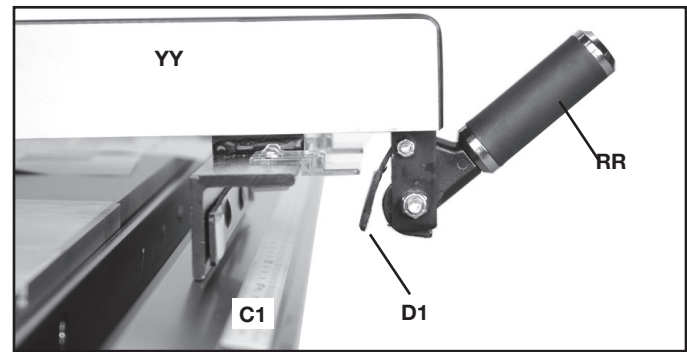
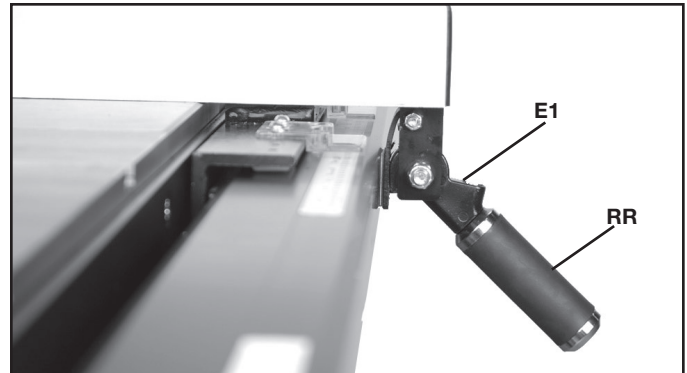

FIG. 28
FIG. 29
Lorsque le module de guidage (YY) fig. 28 est serré sur le tube du guide (C1), il faut s'assurer que le pied de la came (D1) pend vers le bas, entre la poignée de verrouillage (RR) et le tube du guide (C1), et n'est pas pris au-dessus du tube du guide.
Un module de guidage serré adéquatement apparaît dans la fig. 29.
Pour déplacer le guide le long du tube du guide, lever simplement la poignée de verrouillage (RR) fig. 29, comme dans l'illustration, glisser le guide à la position désirée sur le tube du guide, puis baisser la poignée de verrouillage (RR) fig. 28 comme dans l'illustration, pour verrouiller le tout.
**REMARQUE :** Un aimant (E1) fig. 29 est fourni pour tenir la poignée en position levée (comme l'illustre la fig. 28) lorsque le guide est déplacé.